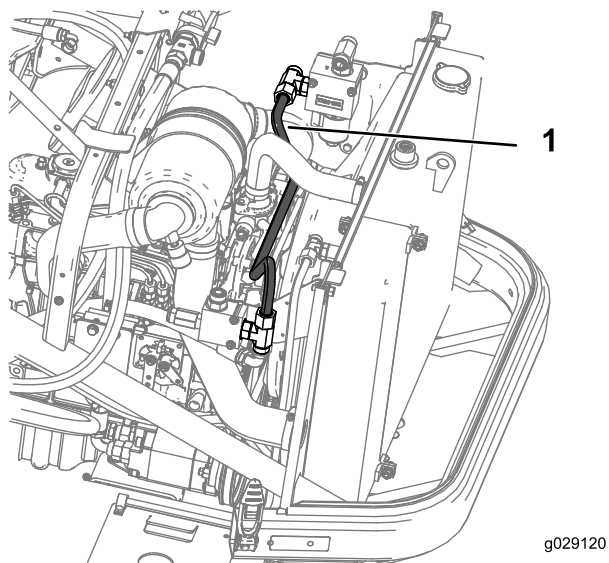

Рисунок 29
9. Установите гидравлическую трубку D от переходного тройника (наружная резьба 5/8 дюйма) на правом коллекторе в сборе к переходному тройнику (наружная резьба 5/8 дюйма) на левом коллекторе в сборе, как показано на Рисунок 29.